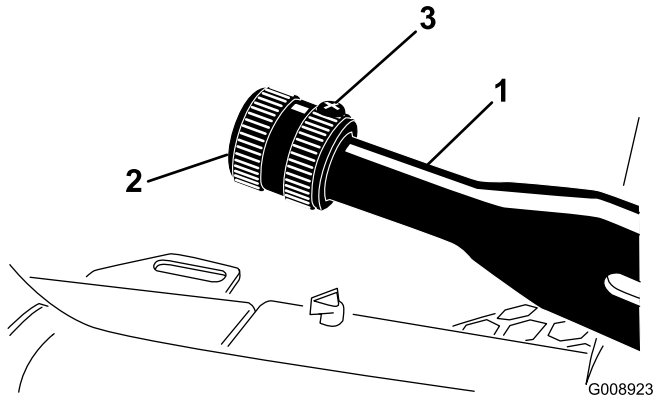

Figura 52
1. Afloje el tornillo de fijación que sujeta el pomo a la palanca del freno de estacionamiento (Figura 52).